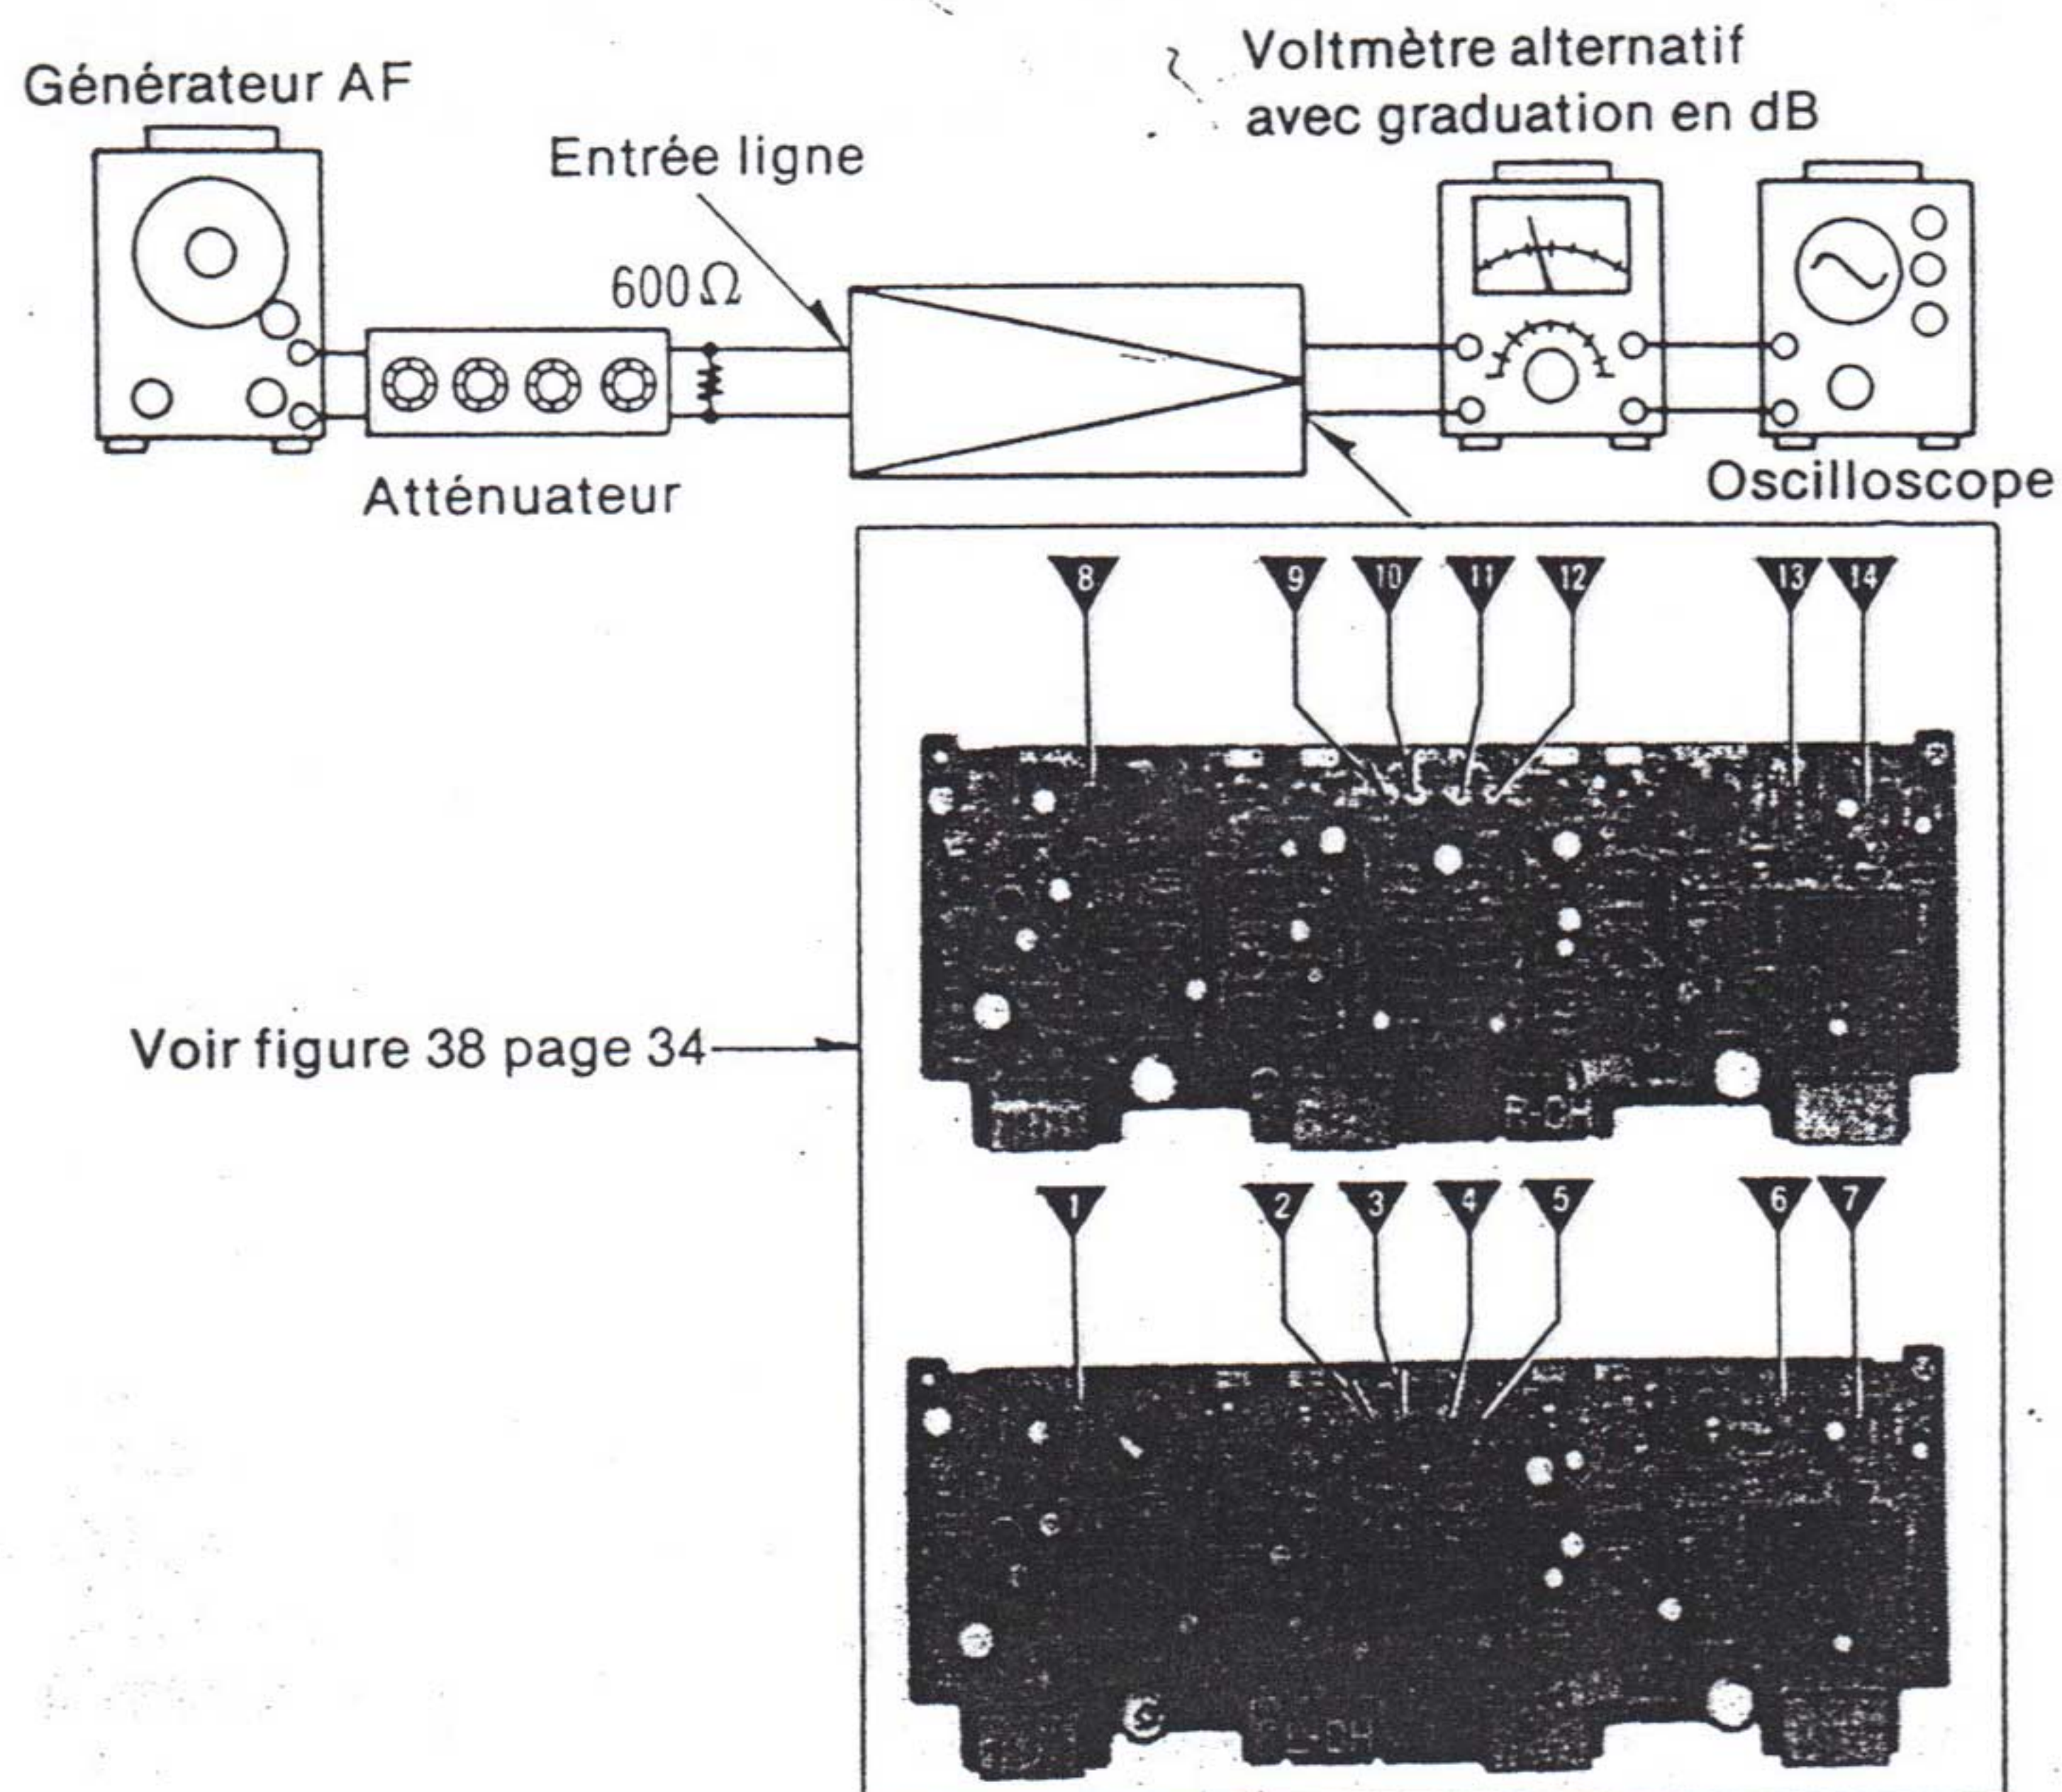

Fig. 21
1. Les appareils de mesure se branchent selon la figure 21.